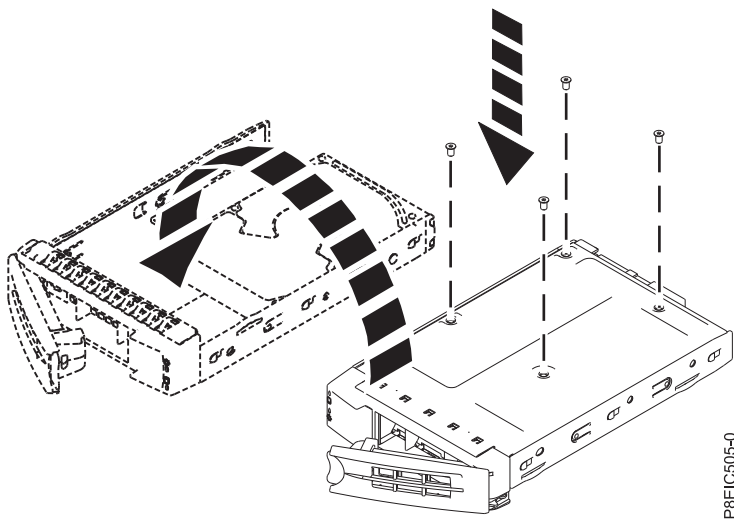

Figura 11. Montaje de la unidad de 2,5 pulgadas en la bandeja
- Una unidad de 2,5 pulgadas se debe colocar en la parte posterior de la bandeja. Mientras sujeta a la vez la unidad y la bandeja, dé la vuelta a la bandeja. Asegure la unidad en la parte inferior de la bandeja con cuatro tornillos, tal como se muestra en Figura 11.